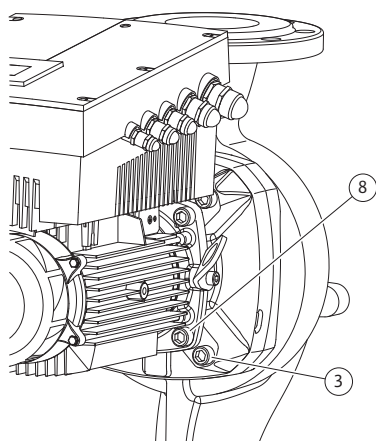

Fig. 52: Izbirna pritrditev vtičnega kompleta
11. Odvijte in odstranite vijake (Fig. 7, poz. 3). Zunanje vijake (Fig. 52, poz. 3) izberite glede na tip črpalke. Vtični komplet (glejte Fig. 13) ostane po odstranitvi vijakov varno v ohišju črpalke, tudi v vodoravnem položaju gredi motorja ni nevarnosti, da bi se prevrnil.
16. Odvijte vijake (Fig. 7, poz. 10) ali alternativno vijake (Fig. 52, poz. 8) glede na tip črpalke.
22. Laterno previdno potisnite čez gred in namestite v predhodni oz. drug želeni kotni položaj glede na prirobnico motorja. Pri tem upoštevajte dopusten vgradni položaj komponent (glejte poglavje 7.1 »Dovoljeni vgradni položaji in spremembe razporeditve komponent pred vgradnjo« na strani 19). Laterno pritrdite z vijaki (Fig. 7, poz. 10) **ali** – pri tipih črpalk/tipih latern (Fig. 52) – z vijaki (Fig. 52, poz. 8) na prirobnico motorja.